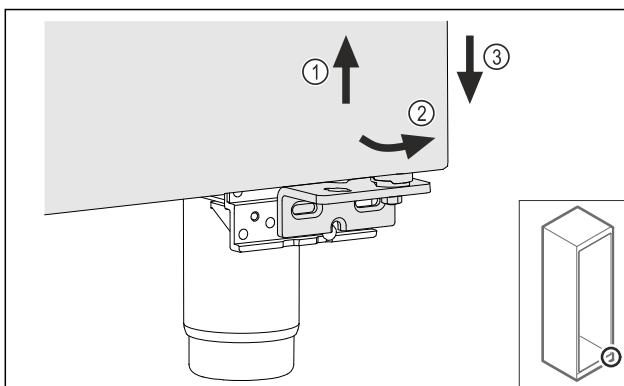

Fig. 24
► Повдигнете леко вратата Fig. 24 (1), наведете я отдолу напред Fig. 24 (2) и я спуснете Fig. 24 (3).